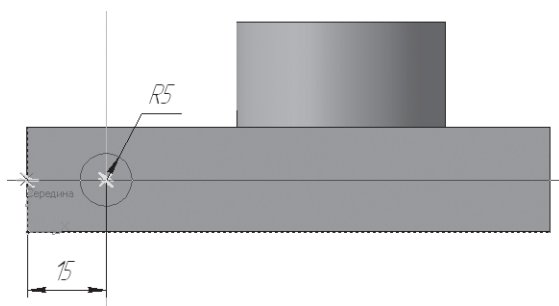

Рис. 307
- с помощью параллельных прямых, горизонтальной прямой и глобальной привязки **Середина** найдите центр отверстий $\varnothing = 10$ мм и постройте окружность радиусом 5 мм (рис. 307);